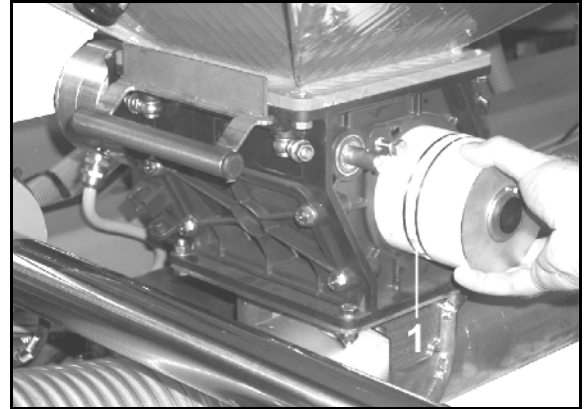

Fig. 109
4. Flügelmuttern (Fig. 109/1) lösen und die durchsichtige Kunststoffkappe (Fig. 109/2) vom Verteilerkopf abziehen.
6. Kunststoffkappe (Fig. 109/2) montieren.
7. Kunststoffkappe mit Flügelmuttern (Fig. 109/1) befestigen.